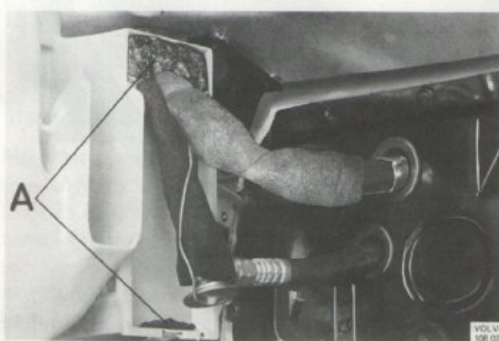

Bild 33. Tätning av förångarlock
7. Montera locket med två klämmor samt termostaten med dess kablar. Tätä därefter med kitt runt förångarröret och termostatsens känselkropp (bild 33).